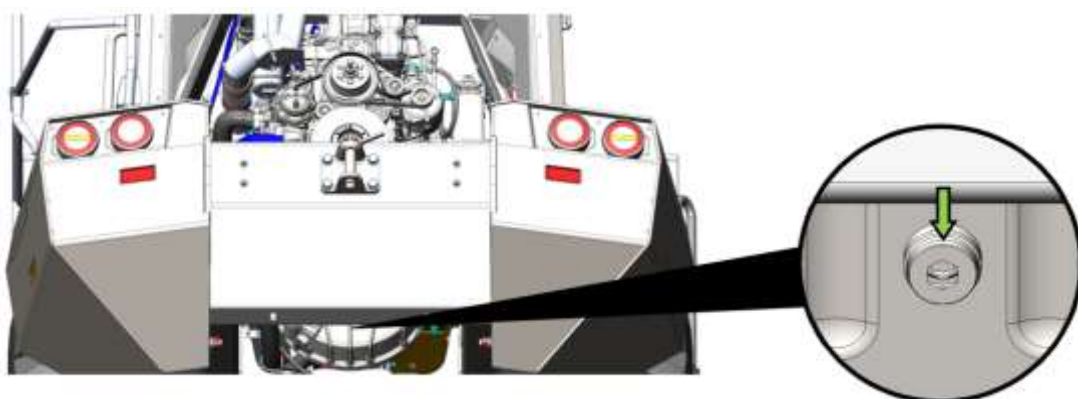

Рисунок 5.18. Сливная пробка масляного картера двигателя
- ▶ Ключом S=14 ослабьте сливную пробку масляного картера, рис. 5.18;